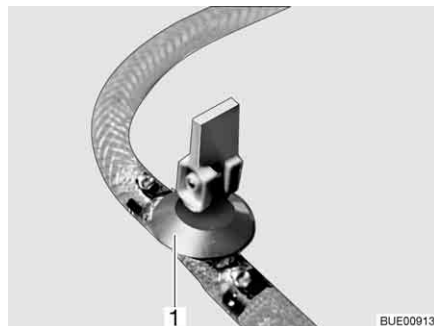

Fig. 188 Robinet de vidange
- Fermer le(s) robinet(s) de vidange. Placer le levier à bascule (Fig. 188,1) en position horizontale.
- Ouvrir le(s) robinet(s) de vidange (Fig. 188). Pour cela, placer le levier à bascule (Fig. 188,1) en position verticale. Le chauffe-eau se vide à l'extérieur.